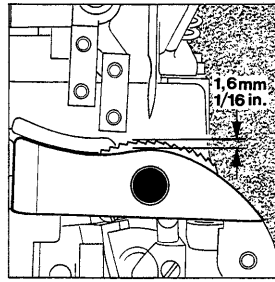
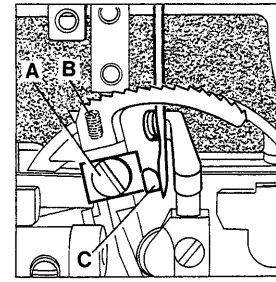

Fig.9
Fig.10
The lower feed dog is set correctly when its teeth rise slightly more than the depth of a full tooth (approx. 1.6 mm (1/16") above the throat plate (see Fig. 9). To raise or lower the feed dog loosen screw (A, Fig. 10) and set the feed dog to the specified height. Retighten screw (A). Now reset stop screw (B) in feed dog to maintain the adjusted feed dog height.
Set the needle guard (C, Fig. 10) so that it just touches the needle when it is at its most forward point of travel. To move guard forward or backward loosen screw (A) and move needle guard as required. Retighten screw.
Der untere Transporteur ist richtig eingestellt, wenn die Transporterzähne die Stichplatte etwas mehr als eine volle Zahnhöhe (ca. 1,6 mm) überragen (siehe Fig. 9). Zum Höher- oder Tieferstellen des Transporteurs lösen Sie die Schraube (A, Fig. 10) und stellen den Transporteur auf die vorgeschriebene Höhe. Ziehen Sie die Schraube (A) wieder an. Nun stellen Sie die Anschlagsschraube (B) im Transporteur so, daß die eingestellte Transporteurhöhe erhalten bleibt.
Stellen Sie den Nadelanschlag (C, Fig. 10) so, daß er die Nadel gerade leicht berührt, wenn er am vordersten Punkt seiner Bewegung steht. Zum Verstellen des Anschlags nach vorne oder hinten lösen Sie die Schraube (A) und stellen den Anschlag entsprechend ein. Ziehen Sie die Schraube wieder an. **BEACHTEN SIE:** Mit der Schraube (A) wird gleichzeitig der untere Transporteur befestigt. Beachten Sie deshalb beim Einstellen des Nadelanschlags, daß die Transporteurhöhe nicht verändert wird.